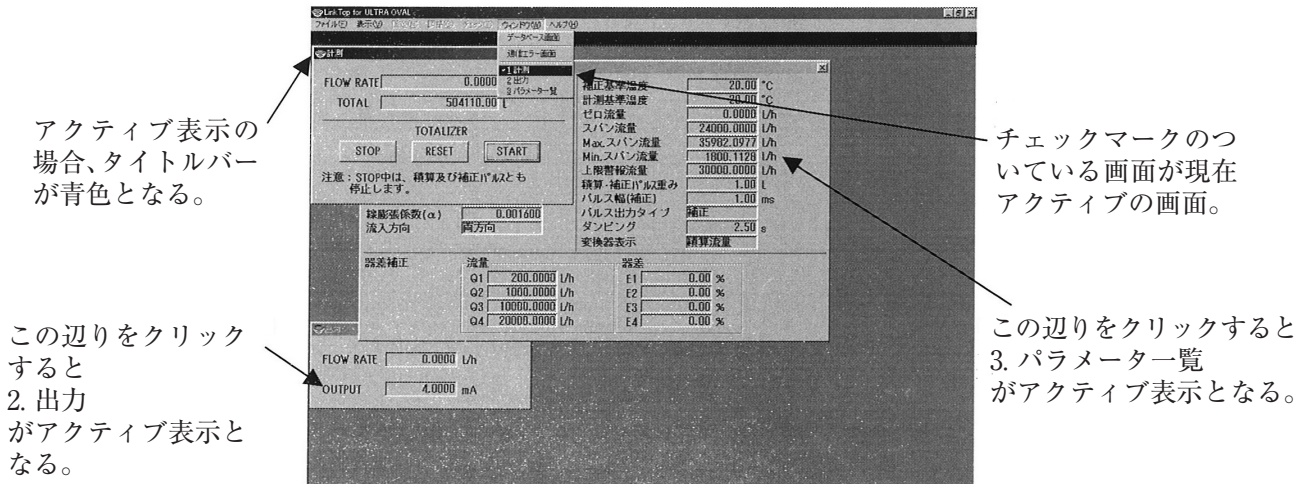

図56
- ① 画面上に図56のように3つのメッセージボックスが表示されている場合、メニューの「ウィンドウ」をクリックすると、現在画面上に表示されているメッセージボックスの名前が表示され、アクティブ表示となっている画面にはチェックマークがつきます。
- ② ここで、アクティブ表示にしたいウィンドウ名をクリックするとその画面がアクティブ表示となります。
- ③ アクティブ表示、非アクティブ表示の切換は別の方法でも行えます。画面上でアクティブ表示にしたいメッセージボックスのどこかをクリックすれば、そのウィンドウがアクティブ表示となります。図56を参照してください。